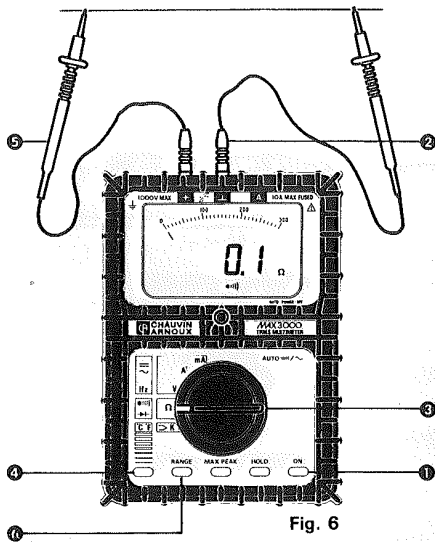

Fig. 6
- 5 Effectuer la mesure de continuité comme indiqué ci-contre (Fig. 6). Si un "bip" continu est émis cela signifie qu'il y a continuité entre les deux points testés.